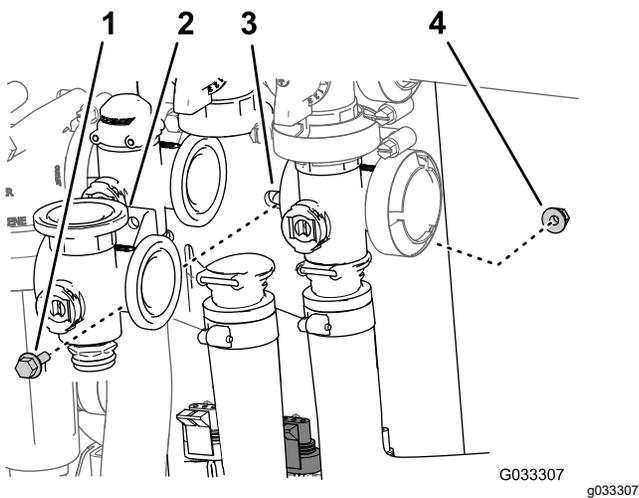

Figura 71
- Retire el perno con arandela prensada y la contratuerca con arandela prensada que sujetan la válvula de agitación al soporte de la válvula, y retire el distribuidor de la válvula de la máquina (Figura 71).